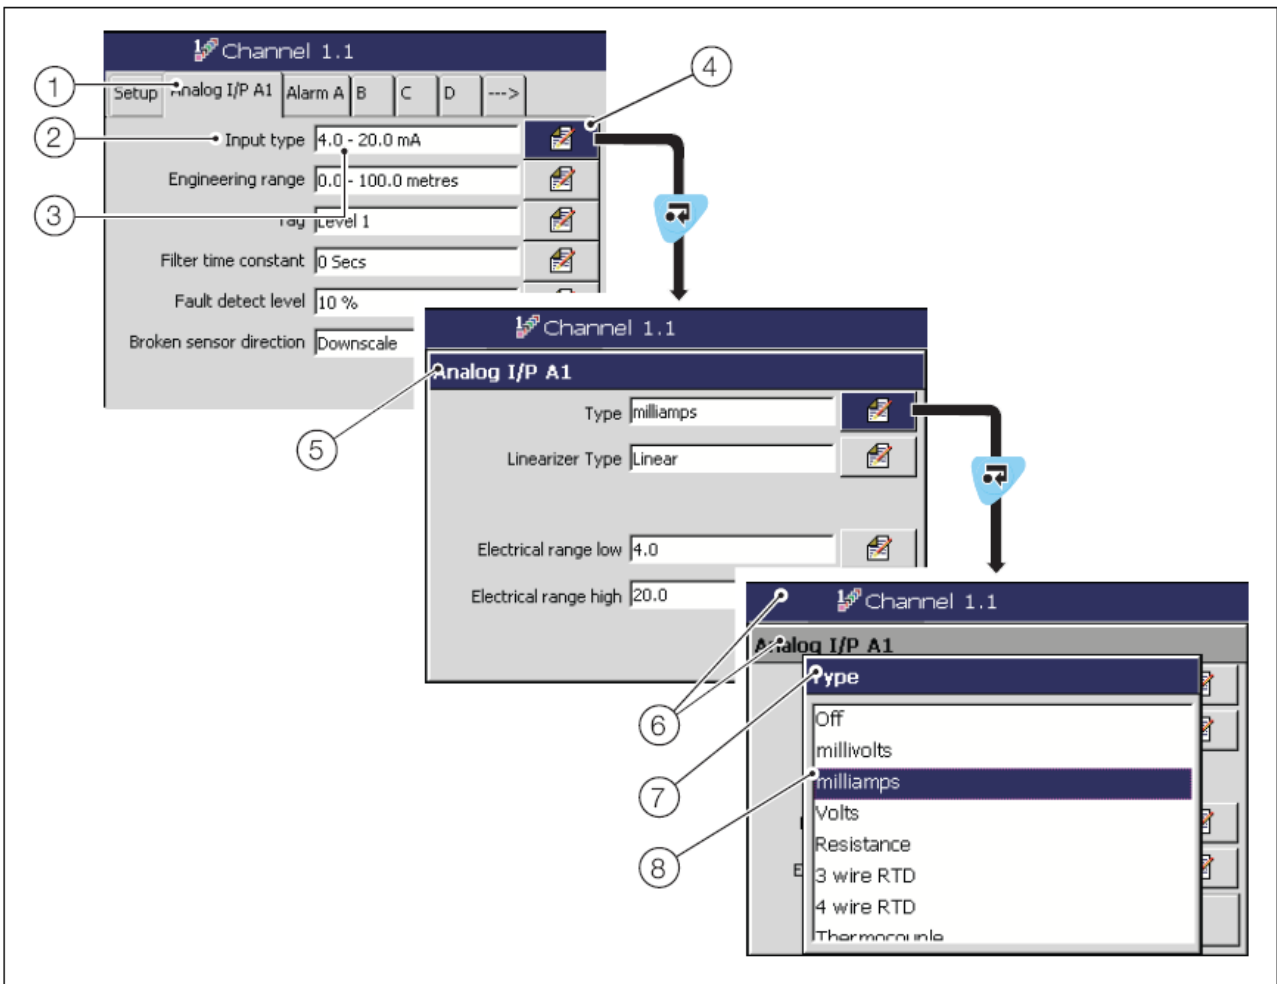

图 7.5 定位参数设置
2. 更改参数，在图 7.5 和 7.6（分别在第 64 和 65 页）以及联机帮助中有详细说明。
3. 更改参数，在图 7.5 和 7.6（分别在第 64 和 65 页）以及联机帮助中有详细说明。
参考图 7.5，按以下步骤定位参数：